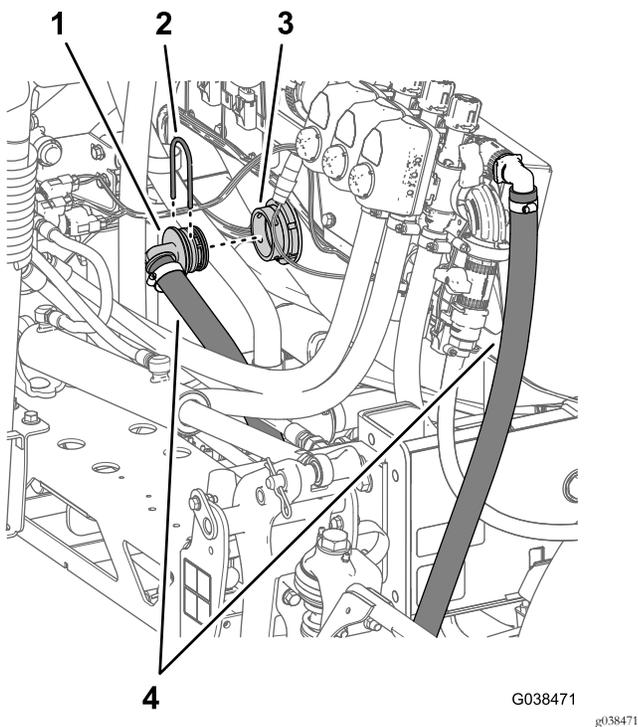

Bild 100
3. Verlegen Sie den Abschnittüberlaufschlauch um den rechten Rahmenkanal zum Schottanschlussstück im Sprühbehälter, wie in Bild 100 abgebildet.
- Befestigen Sie das gezahnte 90°-Anschlussstück des Abschnittüberlaufschlauchs im Schottanschlussstück (Bild 100).
- Befestigen Sie das 90°-Anschlussstück mit dem Halter (groß), den Sie in Schritt 1 in Entfernen des Abschnittüberlaufschlauchs \(Seite 16\) entfernt haben, am Schottanschlussstück (Bild 100).